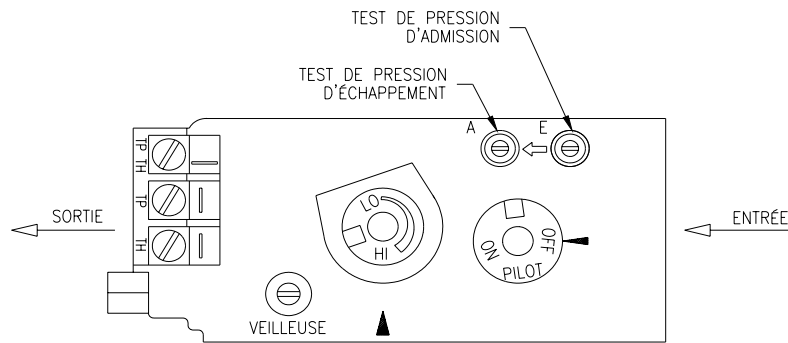

figure 3
5. Enfoncez légèrement le bouton de contrôle du gaz et tournez-le, dans le sens des aiguilles d'une montre, jusqu'à la position "OFF" (Arrêt) tel qu'illustré à la figure 3 ci-après.